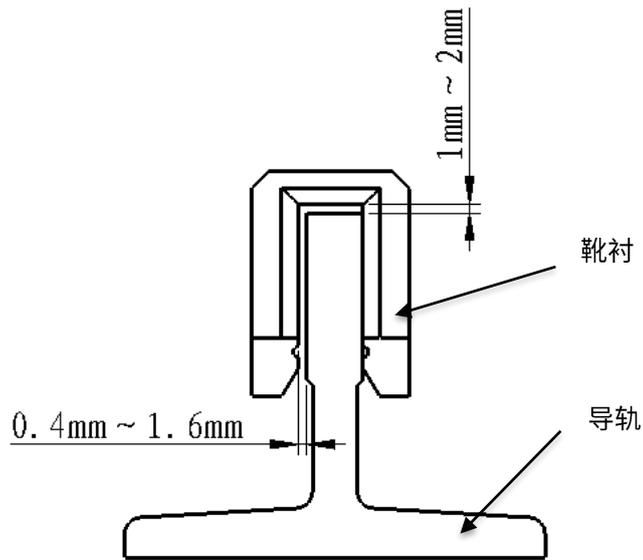

图 1
- a. 当靴衬两侧面中的一个侧面与导轨贴合时，靴衬的另一侧面与导轨间隙要求为 0.4mm~1.6mm，见图 1。
- b. 导靴靴衬正面与一侧导轨正面贴合时，另外一侧的滑动导靴靴衬正面与导轨正面面的间隙要求为 1mm~2mm，见图 1。